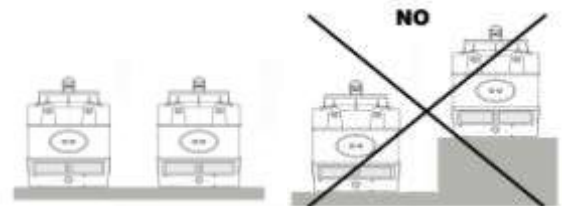

Fig. 22
f) In case of an installation of several towers, these towers must be installed at the same height, because, otherwise, the tower in a higher position could draw the saturated air coming from the tower located in a lower position (Fig 22).
f) Dans le cas où on va installer plusieurs tours, celles-ci devront être installées à la même hauteur, puisque, dans le cas contraire, la tour la plus haute pourrait aspirer l'air saturé de la tour située plus bas (fig. 22).
- f) En el caso de que vayan a instalarse varias torres, éstas deberán instalarse a la misma altura, ya que de lo contrario, la torre a mayor altura podría aspirar el aire saturado de la torre situada más abajo (fig. 22).